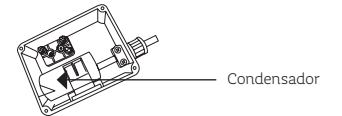

Figura 11.
1. Retira la tapa superior de la Bomba e identificar los *bornes* (tuercas) de la conexión U1, W1 (ver Figura 11).